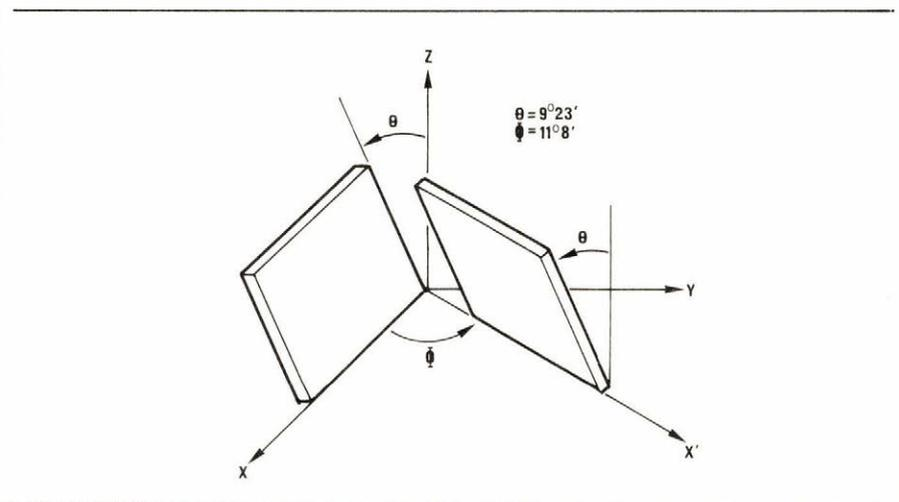

Fig. 1
fonction de la coupe [Bechmann (1)]. Ce calcul a été mené par Hammond, Adams et Schmidt (4) en 1965, afin de déterminer une coupe où les coefficients de 2^e et 3^e ordre s'annulent simultanément. L'expérimentation a confirmé les résultats de ce calcul, donnant naissance à la coupe LC (Linear Coefficient) dont le coefficient est d'environ 35 ppm/°K et la linéarité d'environ 0,06 % entre 0° et + 200 °C (fig. 1). L'orientation de cette coupe est (YX w/ ϕ θ) 11, 17°/9,39°.